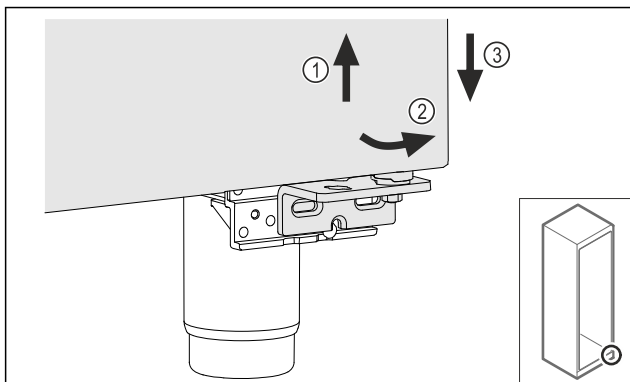

Fig. 24
- ▶ Tõstke ust veidi üles Fig. 24 (1), kallutage all ettepoole Fig. 24 (2) ja langetage Fig. 24 (3).